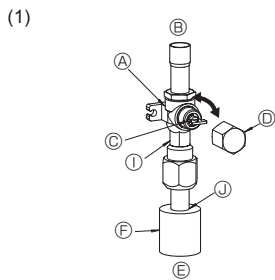
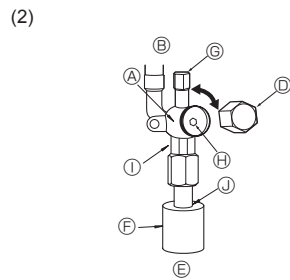

Fig. 4-6
Fig. 4-7
(1) Gaszijde (Fig. 4-6)
- ① Verwijder de dop, trek het handvat naar u toe en draai dit een kwartslag tegen de klok in om de kraan te openen.
- ② Let erop dat de afsluiterkraan geheel open is, druk de hendel in en draai de kap terug naar de oorspronkelijke stand.
(2) Vloeistofzijde (Fig. 4-7)
- ① Verwijder de kap en draai de kraanstang zo ver mogelijk tegen de klok in met behulp van een 4mm-inbussleutel. Stop met draaien wanneer de nok wordt bereikt. (ø9,52: Circa 10 giri)